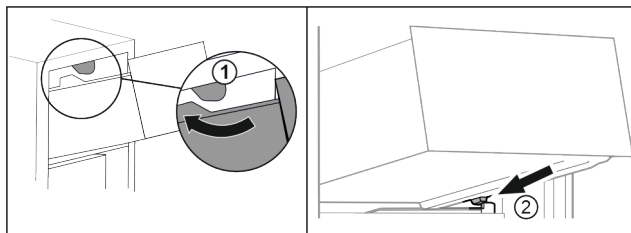

Fig. 61
► Ved'te zásuvku podél horních zářezek. Fig. 61 (1)
► Nasaďte zásuvku šikmo za dolní zářezky na žebrování na nádoby. Fig. 61 (2)